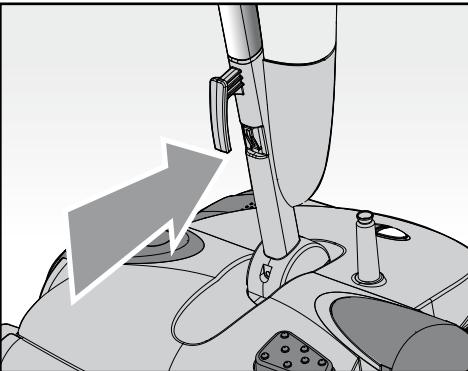

Fig. 2
- inserire sull'estremità superiore del manico (I) l'impugnatura girevole (H) premendola leggermente fino a battuta;
- innestare sul corpo dell'apparecchio il manico completo (I) spingendolo con cautela verso il basso fino ad udire lo scatto di avvenuto inserimento (Fig. 2);
- inserire nell'apposito alloggiamento sul manico (I) il serbatoio acqua (M) completo di tappo (L).